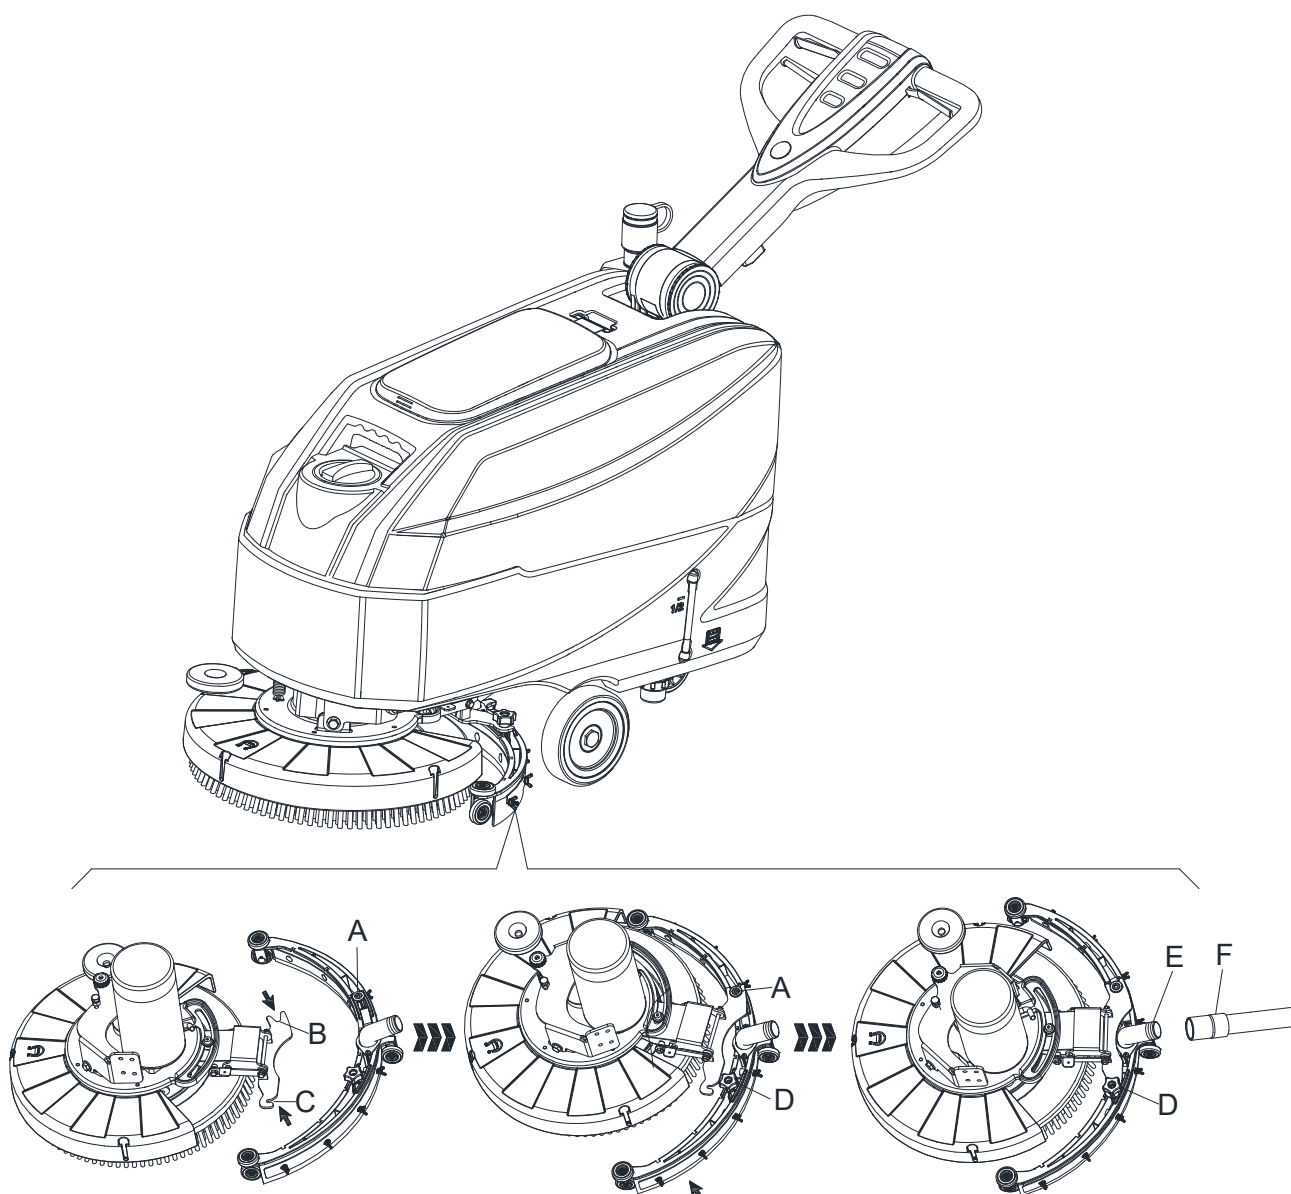

Figura 6
5. Fije el taco A en la apertura B, después fije el otro tornillo C para abrir D, sujete el regulador de la boquilla y conecte el tubo de descarga del agua de recuperación F al conector E (Figura 6).